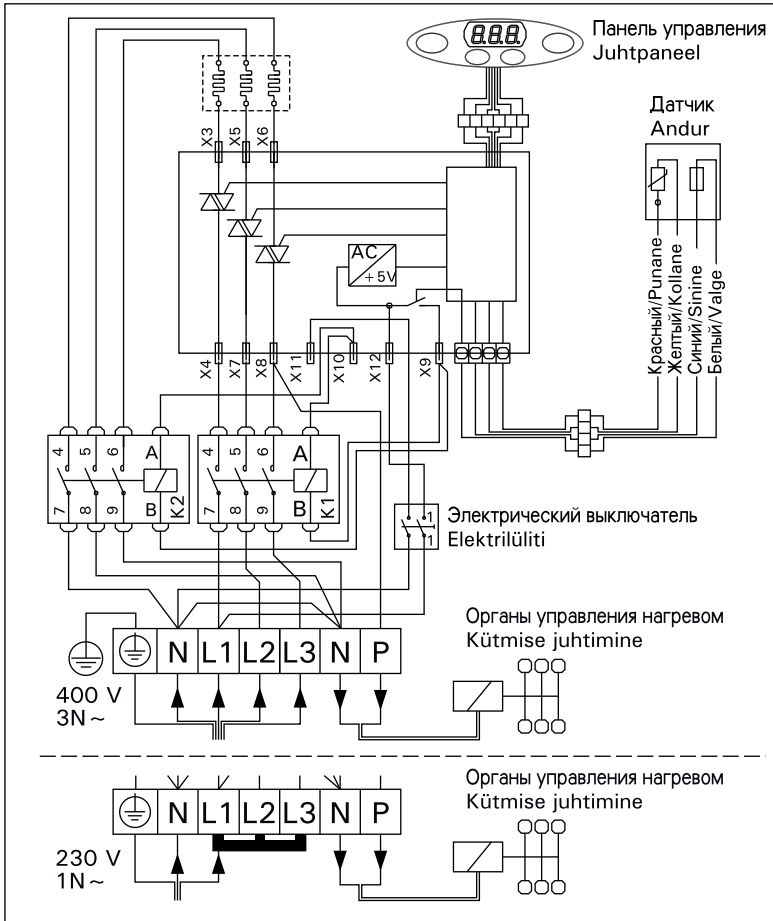

Рисунок 9. Подключение каменок PI
- Кроме разъемов питания каменки PI оснащены также разъемом (P), который делает возможным управление электрическим нагревом. (см. рис. 9). Кабель управления электро-отоплением подводят прямо к розетке каменки и дальше с помощью резинового кабеля, равного по толщине кабелю подключения, к клеммнику.